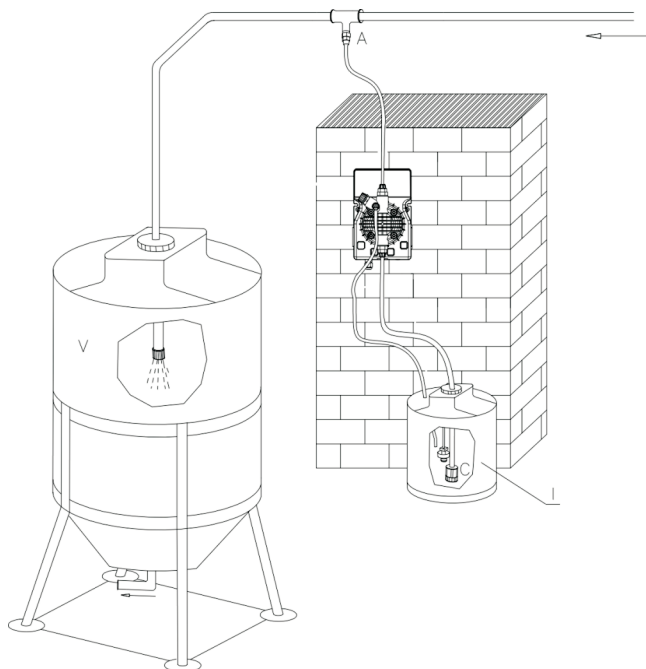

Fig. 12
7.2 - SCHEMA DI IMPIANTO TIPICO (Fig. 12)